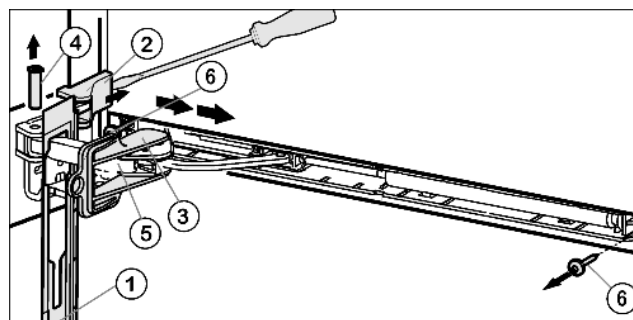

Fig. 5
- ▶ Desplace hacia delante el panel a través del estribo del amortiguador Fig. 5 (5) en dirección del aparato.
- ▶ Encaje el seguro Fig. 5 (3) en el agujero oblongo.
- ▶ Levante la cubierta Fig. 5 (2) con el destornillador desde la parte exterior y extráigala hacia fuera.
- ▶ Extraiga el perno Fig. 5 (4) presionando desde abajo.
- ▶ Presione el estribo del amortiguador Fig. 5 (5) en dirección de la puerta.
- ▶ Retire el panel Fig. 5 (1).
- ▶ Desatornille toda la unidad de amortiguador de cierre (2 Torx 15) Fig. 5 (6).